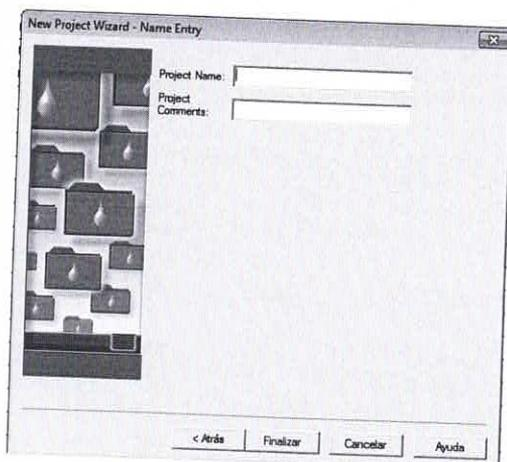

Figura 1
- 5.2.6 Nuevamente aparece una ventana como muestra la **Figura 1** donde se da nombre al proyecto y en el espacio destinado para los comentarios, se detalla el análisis a realizar → FINALIZAR.